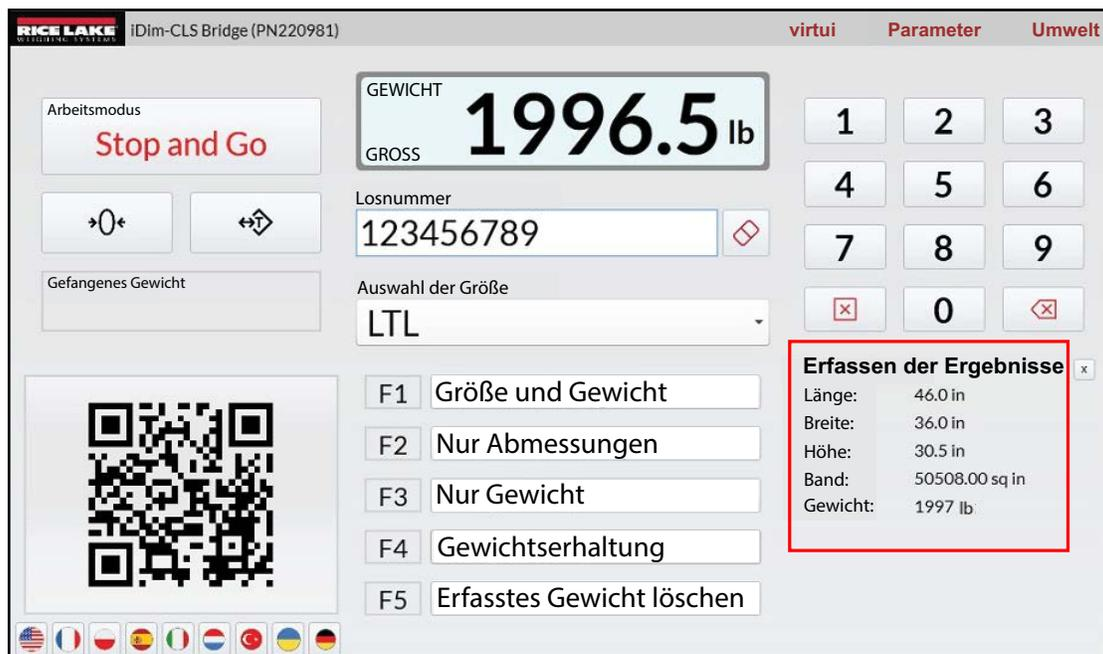

Abbildung 5-4. Ergebnisse der Gewichtsmessung als numerischen Daten
- **As Text (Als Text):** Zeigt die Ergebnisse der Gewichtsmessung als numerischen Daten an (siehe Abschnitt Abbildung 5-4. auf Seite 17).